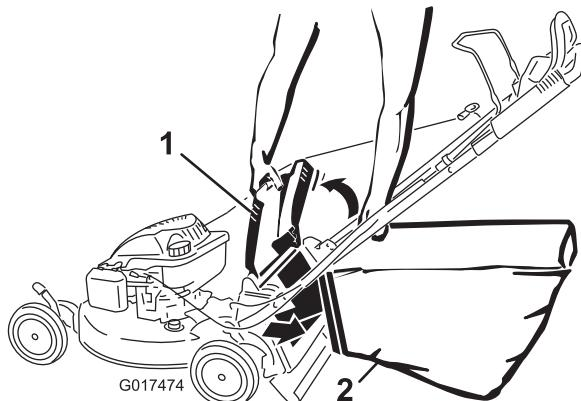

Figure 24
- Accrochez le bord supérieur avant du bac sur les crans (Figure 24).